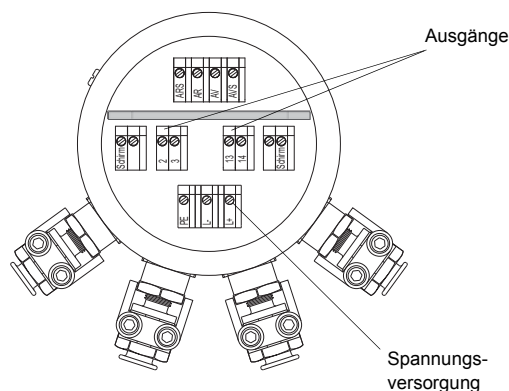

Abb. 8.8: Klemmen für den Anschluss der Spannungsversorgung und der Ausgänge
- Schließen Sie die Adern an die Klemmen des Messumformers an (siehe Abb. 8.3, Abb. 8.8 und Tab. 8.2).
- Fixieren Sie Einschraubbuchse (1) und Zwischenstück (4) mit der Klemmschelle, indem Sie die Schrauben der Klemmschelle festziehen.
- Schließen Sie die Adern an die Klemmen des Messumformers (siehe Abb. 8.3, Abb. 8.8 und Tab. 8.3).